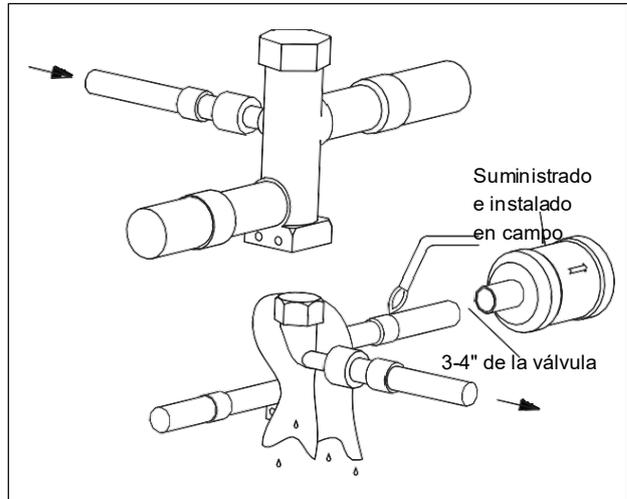

Figura 19
4. Envuelva el cuerpo de la válvula con un trapo húmedo para evitar daños por calor y continúe con la purga de nitrógeno seco (Figura 19).